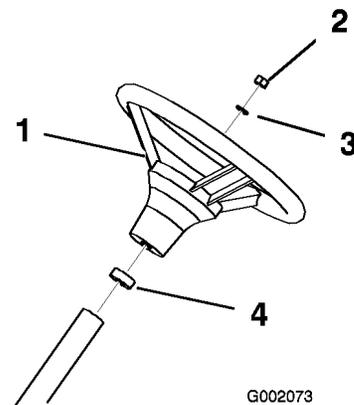

Figure 4
3. Fixez le volant à l'arbre avec l'écrou (Figure 4).